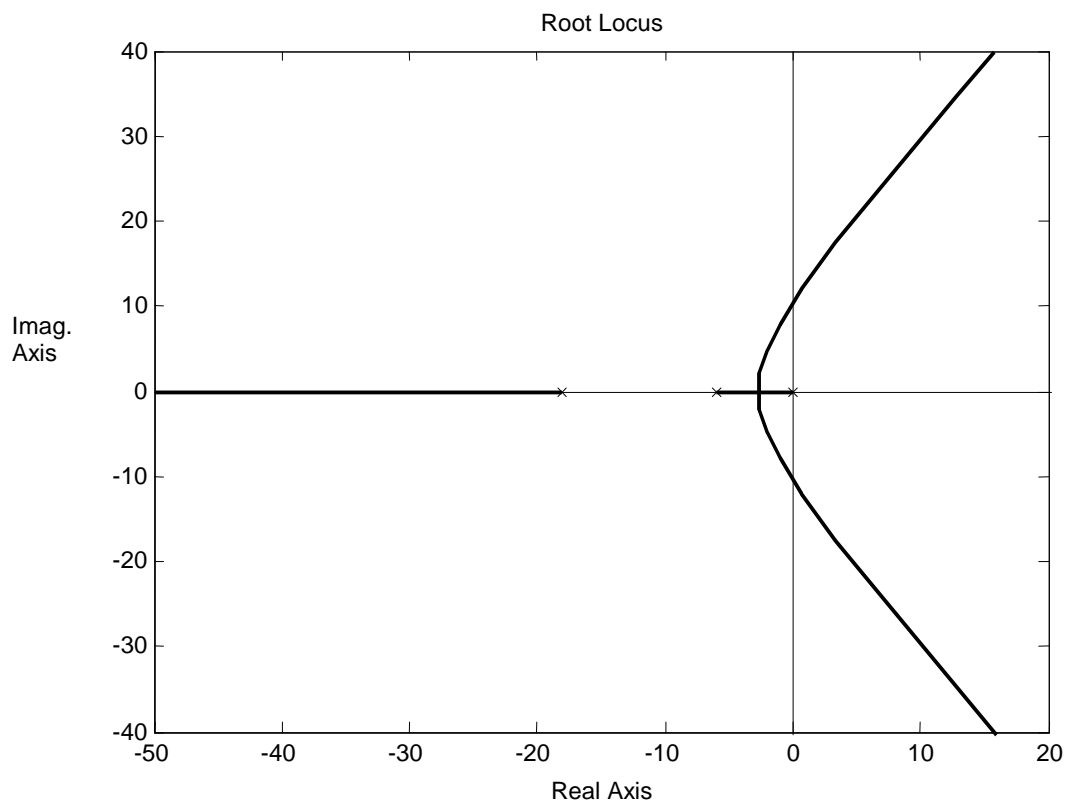

Figura 2. LGR del sistema sin compensar
El LGR del sistema sin compensar se presenta en la figura 2.
- Reconocer cada uno de los pasos del procedimiento para determinar el LGR del sistema sin compensar de la figura 2.-